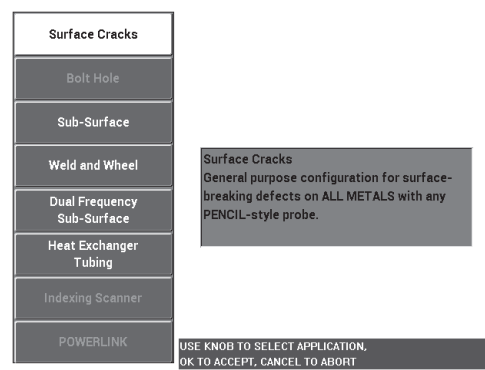

Abbildung 5-77 Anwendung für Risse an Oberflächen
2. Drücken Sie die Menütaste ADV SETUP () und drücken Sie die Funktionstaste A, um **ANW WÄHLEN** auszuwählen und das Anwendungsmenü anzuzeigen. Wählen Sie mit dem Drehknopf **Risse an Oberflächen** aus und drücken Sie dann die Bestätigungstaste () [siehe Abbildung 5-77 auf Seite 197].